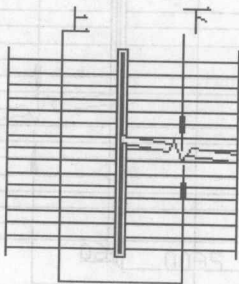

图 2-8
6. 我们执行A命令, 标示出楼梯的走向。如图 2-8 所示。